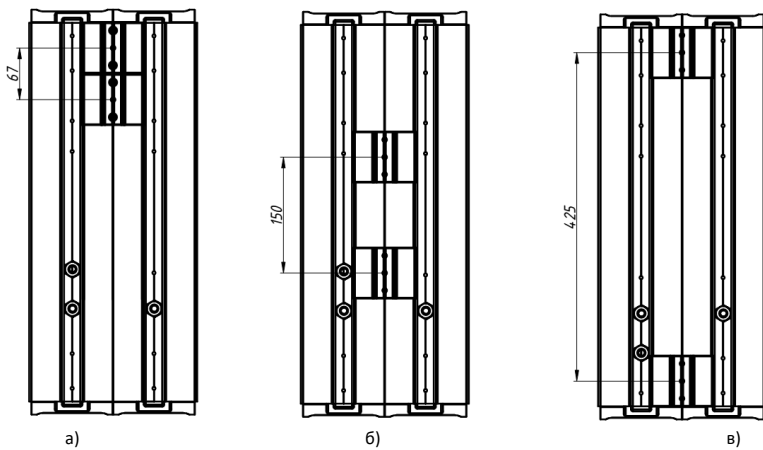

Рисунок 14 — Расположение планок (на примере Element Super 0,5x2) для установки креплений:
5.11.1 Для установки крепления на светильники Element Super 0,5x2 на корпусе предусмотрены Планки соединительные. Перед установкой крепления отрегулируйте положение планок на корпусе в соответствии с ответными отверстиями на устанавливаемом креплении (Рисунок 14).